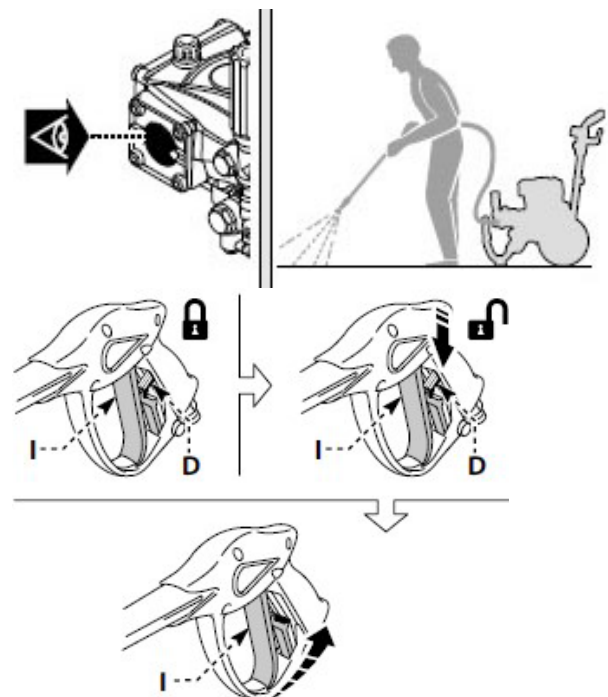

Abb. 10: Betriebsposition des Geräts / Spritzpistole entriegeln
Geräteschalter (Abb. 10, links oben)
Hebel der Pistole (Pos. I, Abb. 10)
Schritt 2: Die Verriegelung (Pos. D, Abb. 10) der Pistole lösen und den Hebel der Pistole einige Sekunden gezogen halten.
- Schritt 6: Die Verriegelung der Pistole (Pos. D, Abb. 10) betätigen.